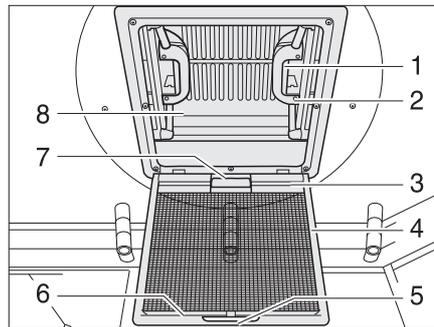

Bild 68 Dachhaube mit Schnappverschluss
- Am Griff (Bild 68,5) ziehen.
- Insektenschutz (Bild 68,4) nach unten klappen.
- Schnappverschluss (Bild 68,1) zur Innenseite der Dachhaube (Bild 68,8) drücken. Gleichzeitig mit dem Griff (Bild 68,2) die Dachhaube nach oben drücken.
- Insektenschutz (Bild 68,4) nach oben schwenken, bis er einrastet.
- An beiden Griffen (Bild 68,2) die Dachhaube (Bild 68,8) kräftig nach unten ziehen, bis beide Schnappverschlüsse (Bild 68,1) eingerastet sind.
- Verdunklungsrollo am Griff (Bild 68,7) ziehen und Hakenleiste (Bild 68,3) in die Halteleiste (Bild 68,6) am Insektenschutz einhängen.
- Hakenleiste (Bild 68,3) von der Halteleiste (Bild 68,6) lösen und Verdunklungsrollo langsam zurückführen.